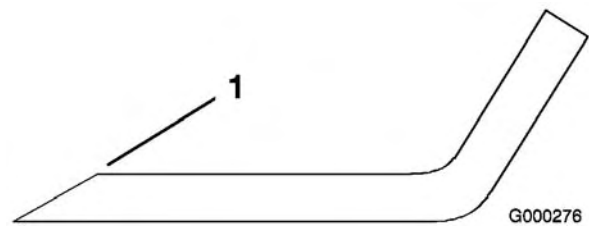

Figura 94
3. Inspeccione los filos de todas las cuchillas. Afílelos si están romos o tienen mellas. Afíle únicamente la parte superior del filo y mantenga el ángulo de corte original para asegurar un filo correcto (Figura 94). La cuchilla permanecerá equilibrada si se retira la misma cantidad de metal de ambos bordes de corte.